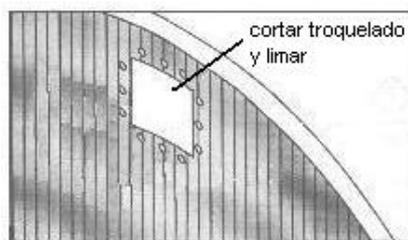

fig. 22
MOLTO IMPORTANTE: Prima d'installare il liner (L), tagliare il buco dello skimmer con delle forbici per metallo. Limare la parte tagliata affinché sia libera di bordi ed eventuali imprecisioni (fig. 22).